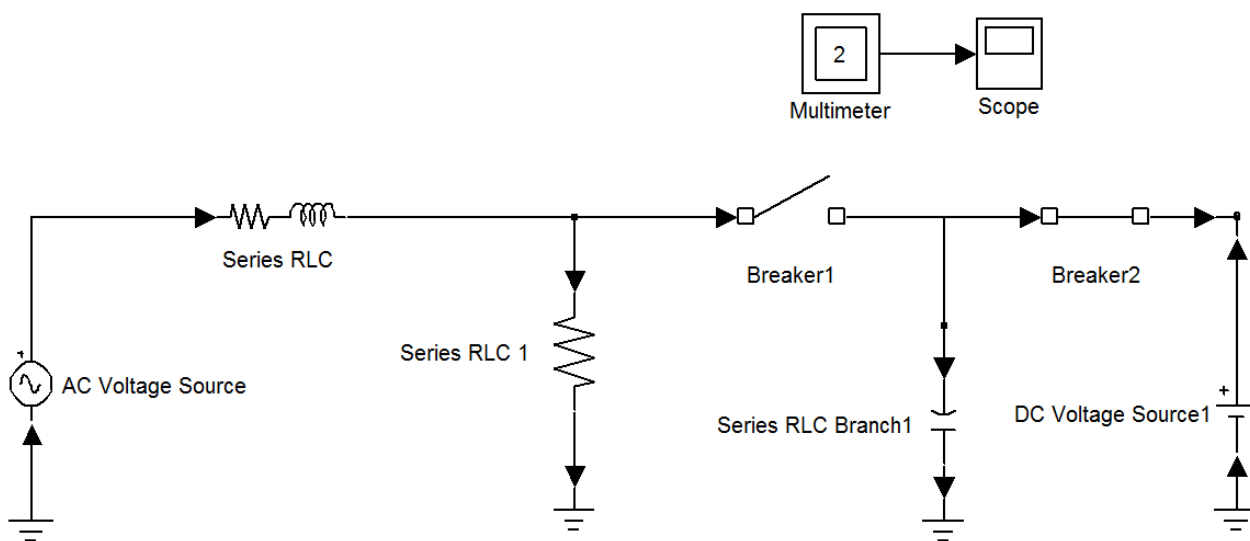

Рис. 3
1. Загрузить модель сети (рис. 3) в математической среде Matlab.
4. Схема рис. 3.